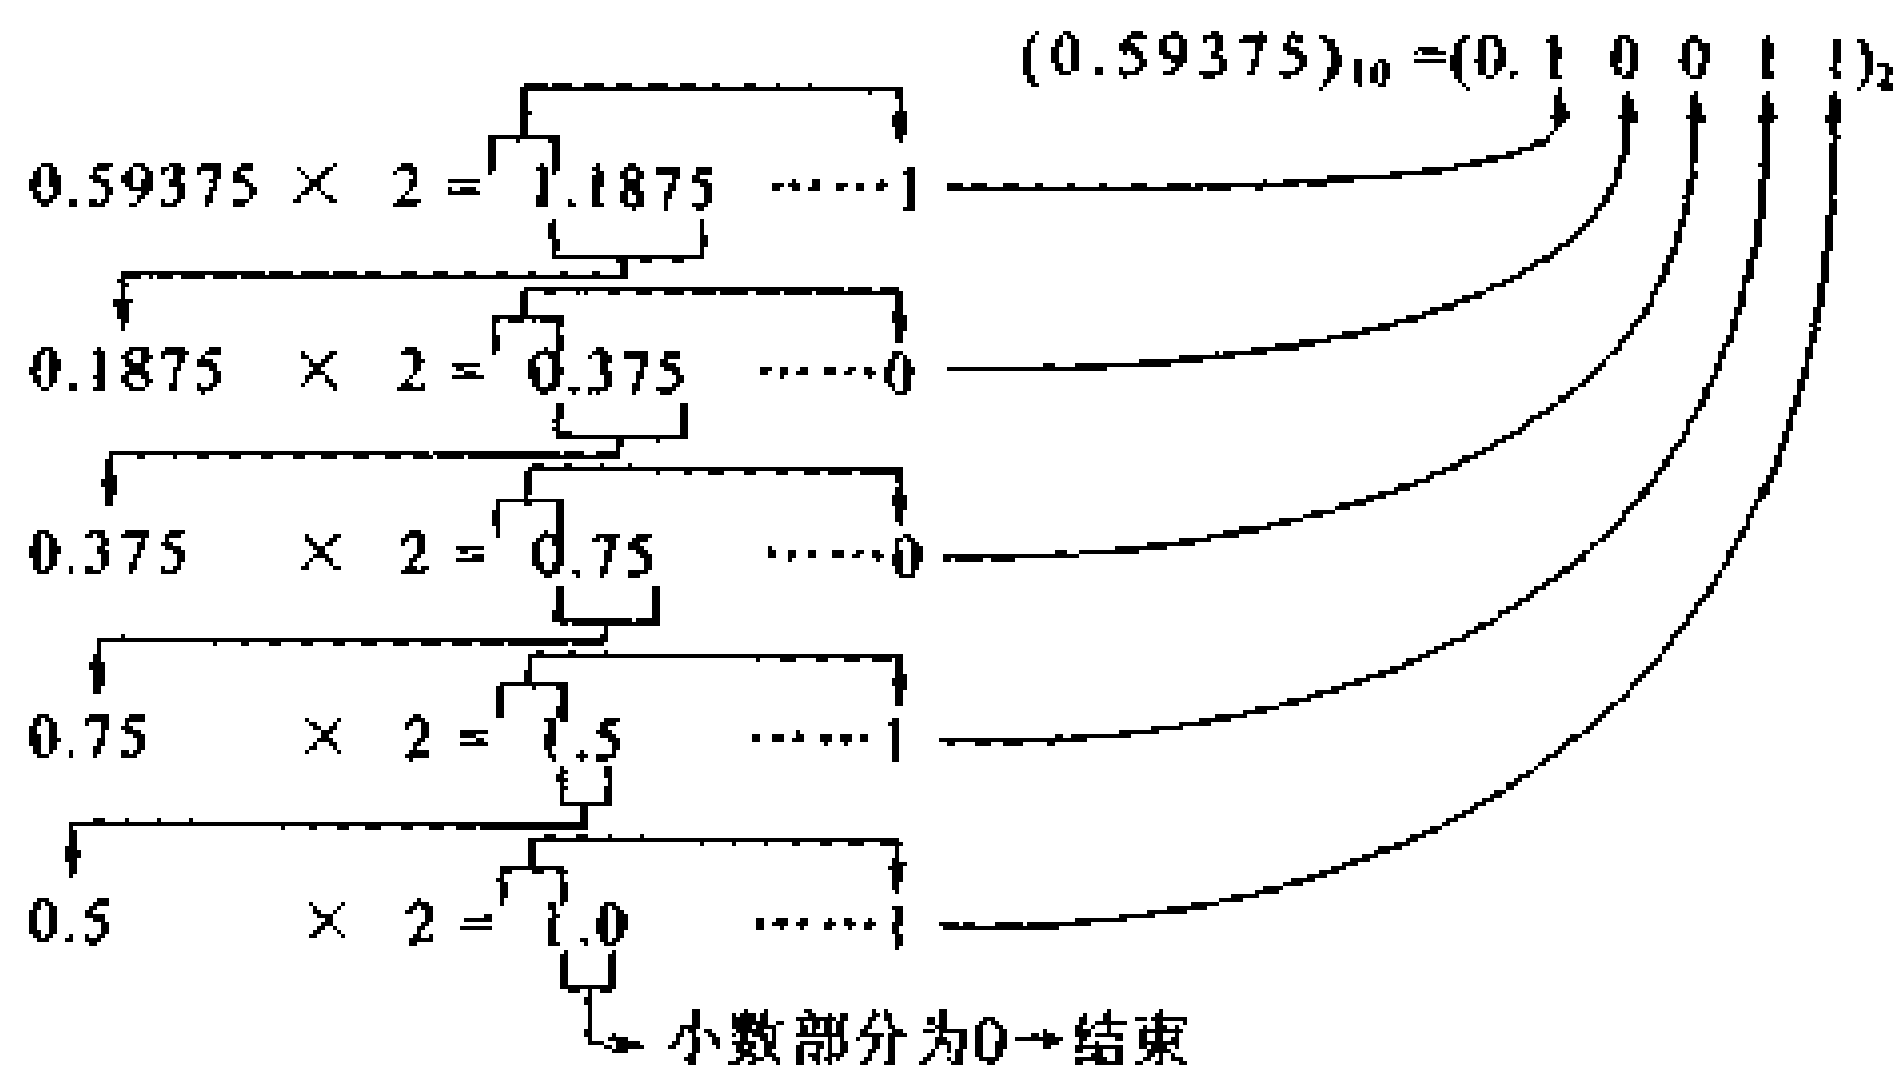

图 4.39 将小数变为二进制
如图 4.39 所示, 用 2 去乘要变为二进制的小数。将其结果的整数部分写在旁边, 而将其小数部分与前面的小数对齐写在其下。对此小数部分再乘 2, 将其结果的整数部分写在旁边, 小数部分写在下边。重复此过程直至小数部分为 0。然后, 将写在旁边的 1 和 0 从上边开始顺序写在“0.”。之后, 即为变换结果。
**解说** 将1以上的实数用二进制表示时,应将其整数部分和小数部分分别变为二进制。 $(81)_{10} = (1010001)_2$ ,小数部分可利用图4.39的方法变为二进制。这个例子中,图4.39的小数部分永不为0。